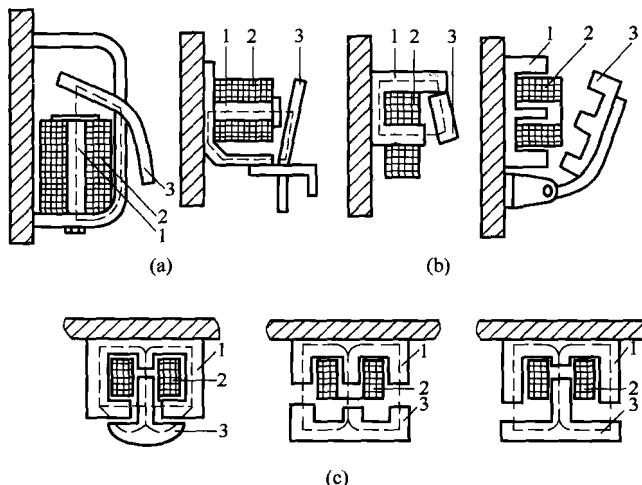

图 1-9 常用电磁机构的形式
1) 衔铁绕棱角转动，如图 1-9 (a) 所示。衔铁绕铁轭的棱角而转动，磨损较小，铁芯用软铁制成。适用于直流接触器。
2) 衔铁绕轴转动，如图 1-9 (b) 所示。衔铁绕轴转动，铁芯用硅钢片叠成。用于交流接触器。
3) 衔铁作直线运动，如图 1-9 (c) 所示。衔铁在线圈内作直线运动，铁芯用硅钢片叠成。多用于交流接触器。
(2) 按磁路系统形状分 电磁机构可分为 U 形和 E 形。如图 1-9 所示。
(3) 按吸引线圈的连接方式分 可分为并联(电压)线圈和串联(电流)线圈两种。
(4) 按吸引线圈的电流种类分 可分为直流线圈和交流线圈两种。